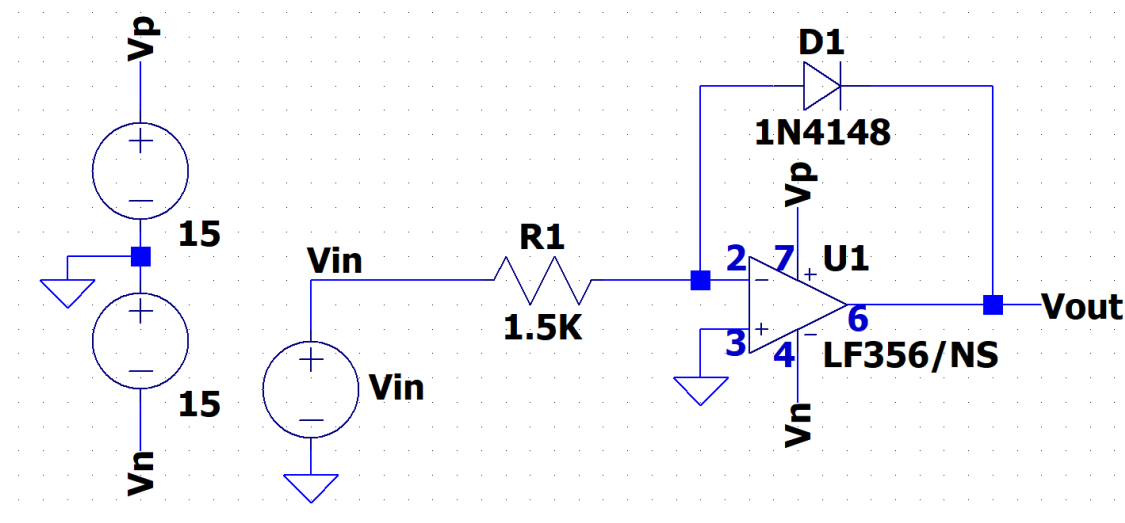

Figura 1. Circuito para experimento 1.
En este experimento, aprenderá más sobre el diodo estudiando un amplificador logarítmico como el que se muestra en la figura 1.
1. Construir el amplificador logarítmico que se muestra en la figura 1..
La figura 1 muestra el esquemático del amplificador logarítmico diseñado en LTSpice. Para simular el circuito, el estudiante debe importar el modelo del amplificador operacional LF356 desde el sitio web de Texas Instruments [3]. El archivo LF356.MOD debe ser salvado en la misma carpeta en la cual se salva (guarda) el esquemático del amplificador logarítmico. Se puede usar la directiva .INCLUDE o la directiva .LIB dentro del esquemático.
6. Reemplazar el diodo 1N914 por otro diodo con el mismo número y trazar V_{out} contra V_{in} para el circuito de la figura 1. En la práctica no hay dos diodos que sean 100% coincidentes, de manera que deberíamos ser capaces de observar alguna diferencia.